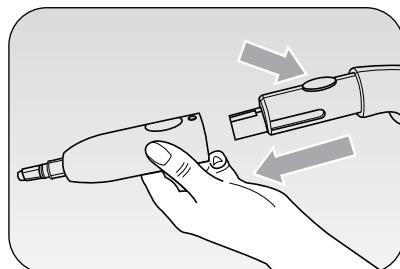

Fig. 2
Zet het gewenste accessoire (zie paragraaf "ACCESSOIRES") op het pistool (C) en blokkeer dit met de vergrendeling/ontgrendeling op het pistool (Fig. 2).
Dit accessoire, dat op de adapter (12) aangesloten moet worden, helpt om de hardnekkige korsten op fornuizen en kookplaten of in de voegen van tegels te verwijderen. U kunt er kalk mee verwijderen van sanitair, wasbakken, bakroosters, douche en badkuipen (Fig. 2).